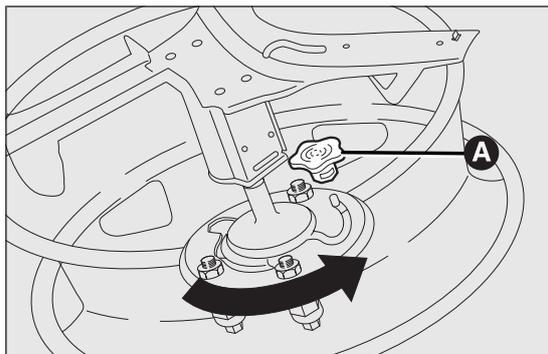

fig. 134
- fissare il supporto dentato sulla ruota forata mediante le 2 viti (inserire il supporto dall'esterno ruota). Riagganciare il cavo metallico di trattenimento nell'apposita sede e reinserire il cappuccio di protezione A fig. 134;